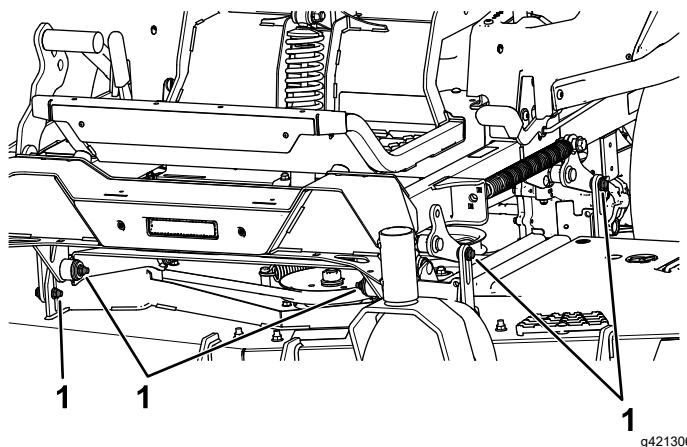

Figura 91
7. Îndepărtați i păstrați uruburile i piulițele de pe ambele laturi ale mainii (**Figura 91**).